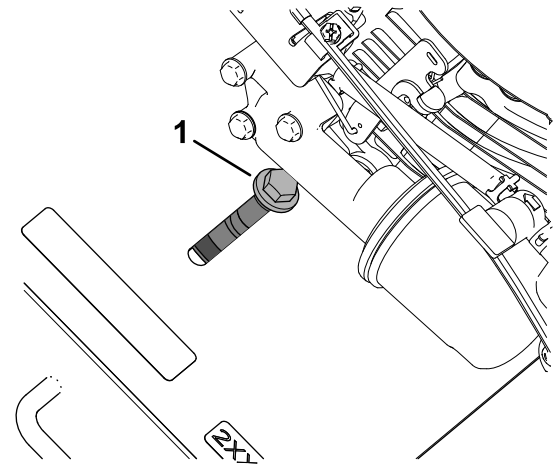

Figura 51
2. Afloje la contratuerca con arandela prensada y el tornillo que sujetan la polea tensora de la correa al bastidor de la máquina, mueva la polea tensora hacia dentro, y retire la correa de la polea del transeje (Figura 51 y Figura 52).